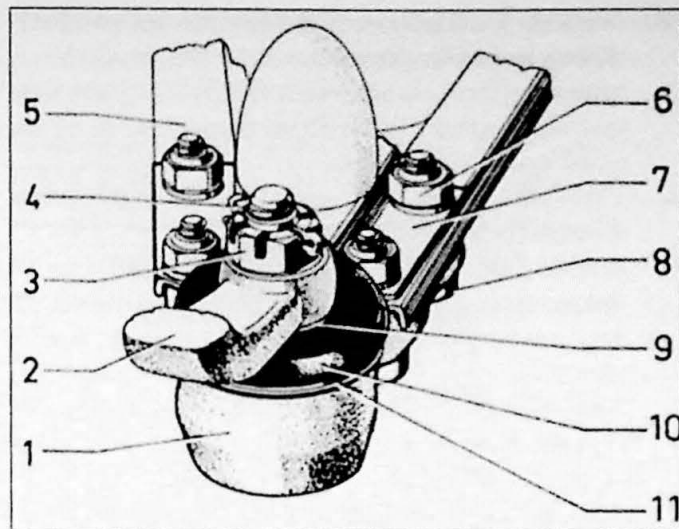

Fig. 10.16. Onderste kogelgewricht.
3. Verwijder de moeren (6, Fig. 10.16) en verwijder de vier bouten (8). Demonteer de splitpen (4) en moer (3)
1. Controleer of de rubberhoes heel is en gevuld met vet. Naar behoefte bijvullen met universeel vet. Controleer ook of de huls en de borgringen op de juiste wijze gemonteerd zijn. Vergelijk Fig. 10.16.
2. Zet de kogelgeleider op zijn plaats in de spindel en monteer moer (3). Aantrekkoppel: 4,8-5,5 kgm. Monteer splitpen (4).
3. Monteer kogelgewricht voor de onderste draagarm met bouten (8) en moeren (6).